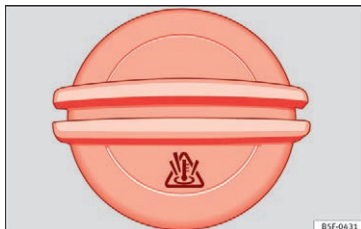

Fig. 171 I motorrummet: dæksel på kølevæskebeholder
- Motorkølevæskebeholderen kan kendes på symbolet » » på dækslet » » Fig. 171.